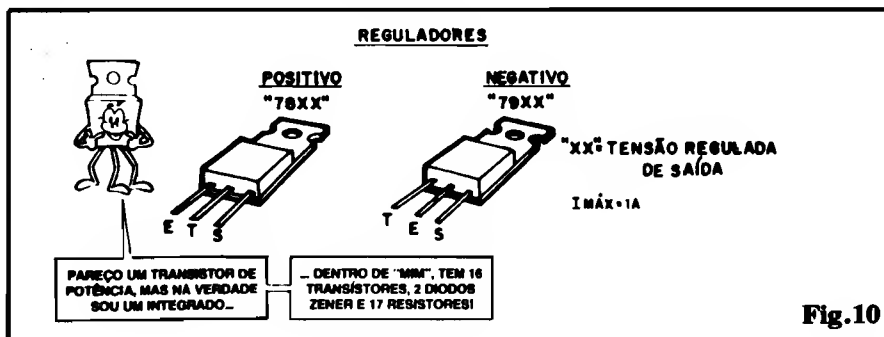

Fig.10
- **FIG. 10 - O REGULADOR DE TENSÃO DA SÉRIE "78XX" E "79XX"** - A figura mostra as aparências e pinagens dos Integrados Reguladores de Tensão da série **standart** "78XX" (Tensão Positiva) e "79XX" (Tensão Negativa). Observar a disparidade do posicionamento das "pernas" E-T-S nas duas versões, e notar que externamente eles se parecem muito com simples transístores bipolares de Potência (mas "lá dentro" deles tem uma porrada de transístores, fora diodos e resistores...). Quanto ao código identificatório, no lugar daquele "XX" entra sempre dois algarismos, indicando numericamente a "voltagem" nominal de Saída do Integrado (ver Tabela a seguir...). A Corrente máxima situa-se em 1 ampére e as Tensões máximas aplicáveis ao terminal "E" (sempre pelo menos 3V maior do que a nominal, esperada na Saída, lembrem-se...) encontram-se também relacionadas...
- Quanto mais alta for a Tensão real de Entrada, maior será a dissipação no Integrado, função também da Corrente real demandada pela carga ou circuito acoplado à sua Saída. Quando esse diferencial for muito maior do que os 3V mínimos de "margem" exigidos pelo Integrado (por exemplo: uma Tensão de Entrada de 20V para uma da Saída de 9V, com 7809, no caso...), convém dotar o componente de um bom dissipador de calor (para isso sua "embalagem" já apresenta a lapa metálica de acoplamento termo-mecânico do radiador - ver fig. 10. Entretanto, quando a Corrente final for baixa (menos de 500mA) e o diferencial de Tensão